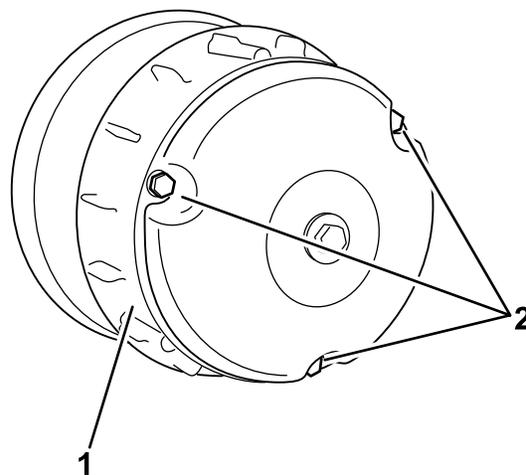

Рисунок 58
2. Отверните три болта крепления крышки сцепления и снимите крышку (Рисунок 58).
4. Установите крышку сцепления и закрепите ее 3 болтами (Рисунок 58), снятыми при выполнении пункта 2.